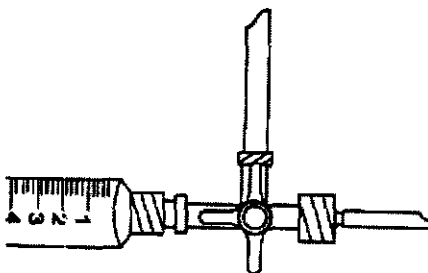

Figura A-6
- Ruede la válvula de seguridad para aislar la válvula del conjunto del manómetro, conectando la jeringa al manómetro (figura A-6).
4. Ajuste la válvula de seguridad para conectar la jeringa al manómetro (figura A-6) y llene nuevamente el manómetro hasta una altura igual al valor de presión de abertura de la válvula más 50 mm. Por ejemplo, una válvula de presión fija de precisión de alta presión está predefinida para una presión de 130 mm H₂O (1274 Pa), de forma que la altura del líquido en el manómetro sea de 130 mm + 50 mm = 180 mm (18 cm) (1274 Pa + 490 Pa = 1764 Pa).